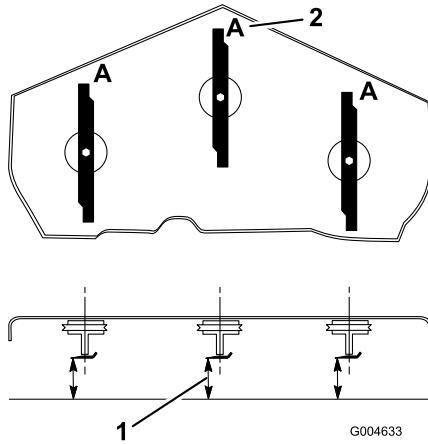

Figura 72
3. Girate le lame fino a disporle in parallelo con la lunghezza della macchina (Figura 72). Misurate da un piano orizzontale fino al tagliente delle lame, posizione A, (Figura 72). Prendete nota di questa misura.